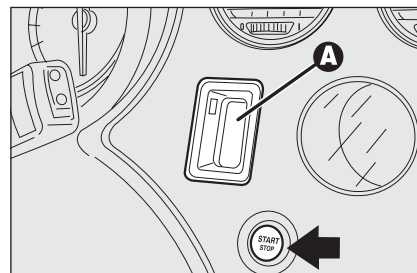

fig. 14
- ☐ lector **A-fig. 14** de la llave electrónica (ubicado al lado del volante);